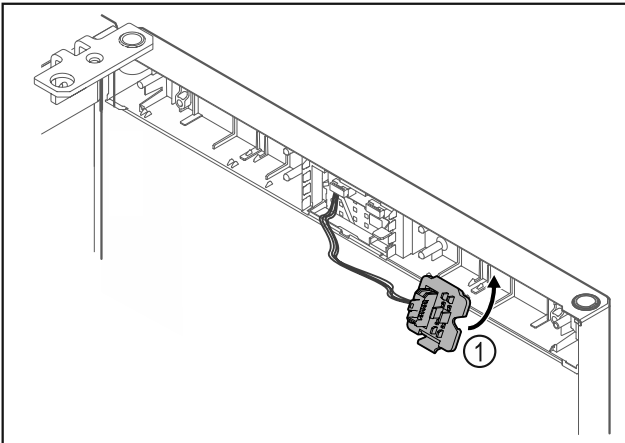

Fig. 24
- Steckerhalterung Fig. 24 (1) auf Gegenseite einrasten.